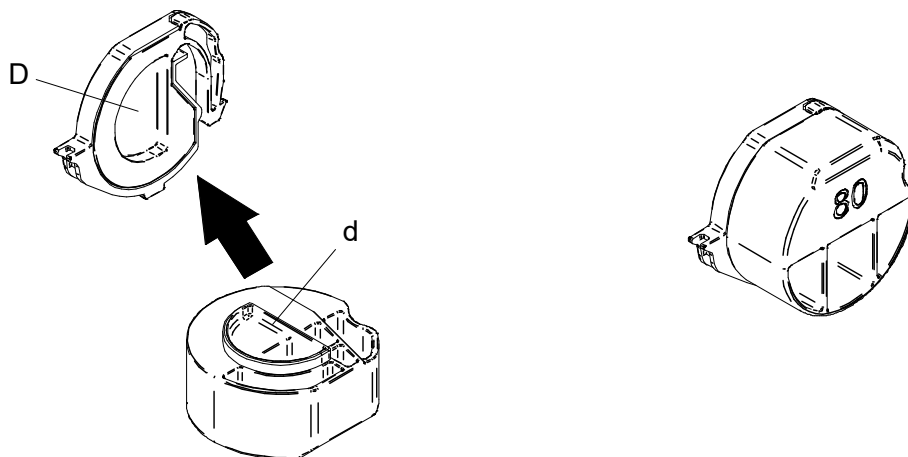

Figura 13-3 Combinar divisória e acessório
- (1) Desligar a impressora.
- (2) Retirar a bateria da impressora. Quando o adaptador AC está ligado, desligar a ficha AC do cabo AC de uma tomada.
- (3) Pressionar o botão de abertura da tampa de papel para abrir a tampa de papel.
- (4) Combinar a parte da divisória "D" com a parte do acessório 80 "d", como mostrado na Figura 13-3.